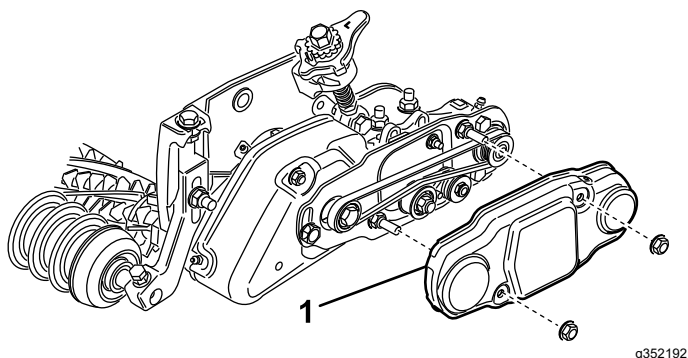

Figura 34
- Coloque la cubierta de la correa sobre los pernos de montaje y sujétela con 2 tuercas con arandela prensada (Figura 34).